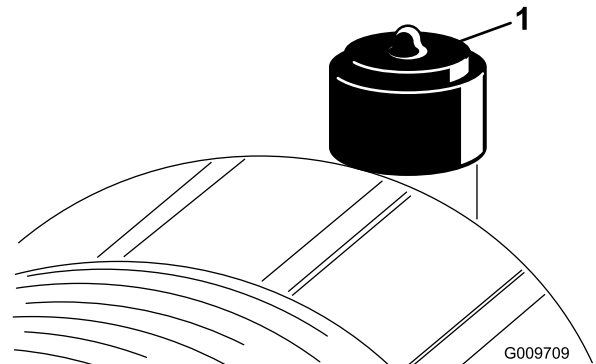

Figura 45
Revise el filtro del limpiador de aire únicamente cuando el indicador de mantenimiento lo requiera (Figura 45). El cambiar el filtro antes de que sea necesario sólo aumenta la posibilidad de que entre suciedad en el motor al retirar el filtro.
2. Reinicie el indicador (Figura 45) si se ve rojo.